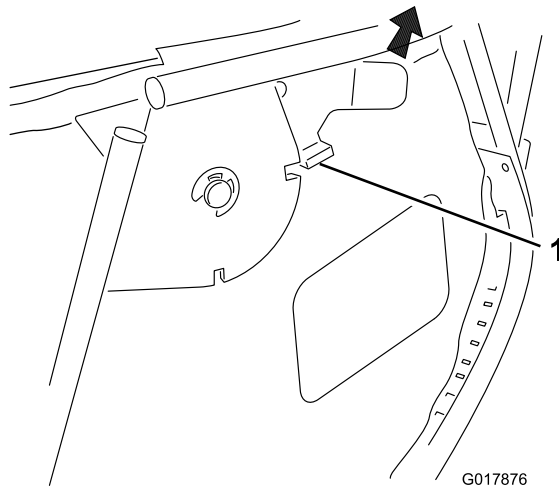

Figura 17
1. Abra el cierre de bloqueo (Figura 17).